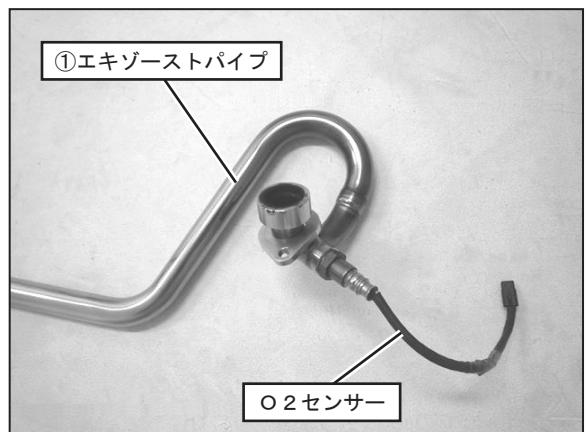

FIG. 9
9. 純正マフラーからO2センサーを取り外し、①エキゾーストパイプに取り付けて規定トルクで締め付けて下さい。（FIG. 9 参照）